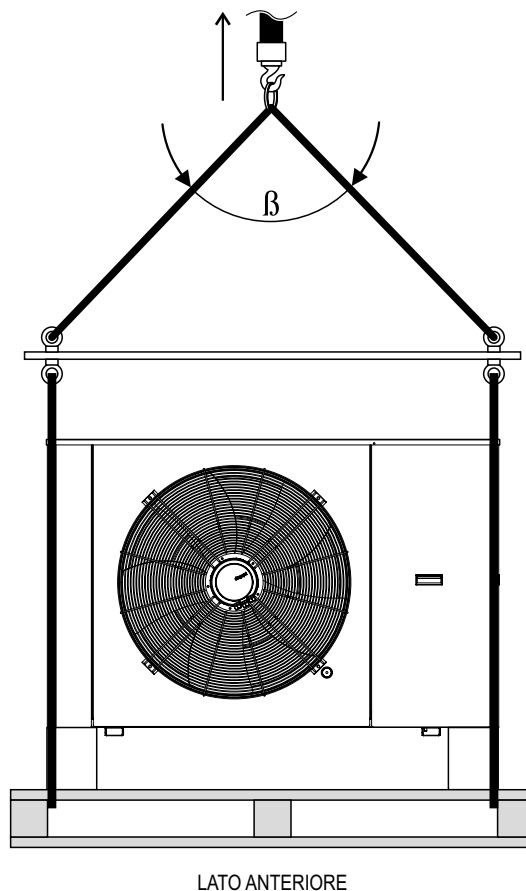

FIG. 32 (Movimentazione con gru o carro ponte)
- 2) Imbracare o agganciare gli accessori di sollevamento come indicato in **FIG. 32**
LA PORTATA DELLE CORDE, FUNI E/O BRACHE DIMINUISCE QUANTO PIÙ AUMENTA L'ANGOLO "B" (V. FIG. 32).